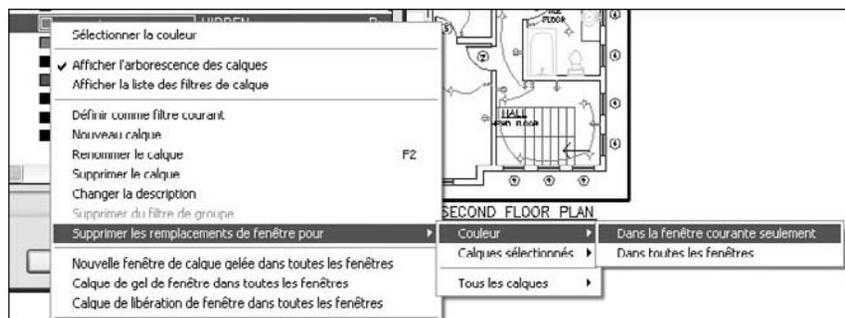

Fig.2.19
- 4 Cliquez sur **Supprimer les remplacements de fenêtre pour** (Remove Viewport Overrides for) puis **Calques sélectionnés** (Selected Layers) puis **Dans la fenêtre courante seulement** (In Current Viewport only) (fig.2.19).